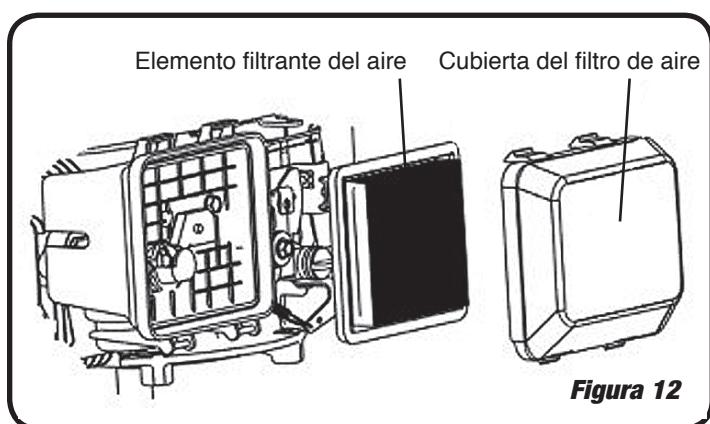

Figura 12
1. Retirar la cubierta del filtro de aire y sacar cuidadosamente el elemento del filtro. (Véase la Figura 12)